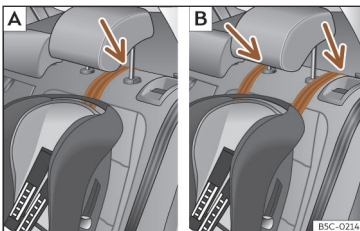

Fig. 37 Banquette arrière : réglage et montage en fonction de la ceinture Top Tether.
- Placez la sangle sous l'appuie-tête (en fonction des instructions du siège, relevez ou retirez l'appuie-tête si nécessaire) >>> **fig. 37**.